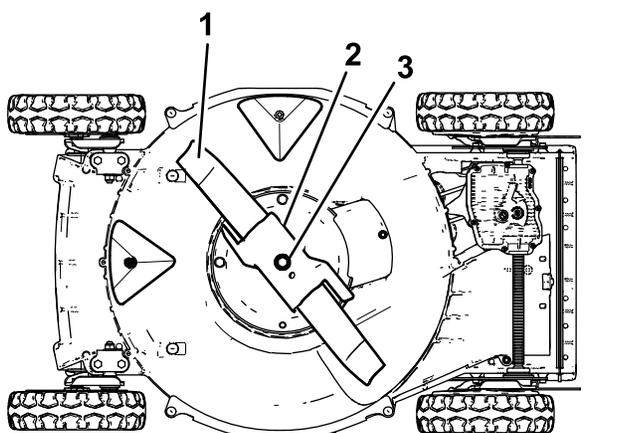

Figure 25
4. Basculez la machine sur le côté **droit** (filtre à air en haut), comme montré à la Figure 25.